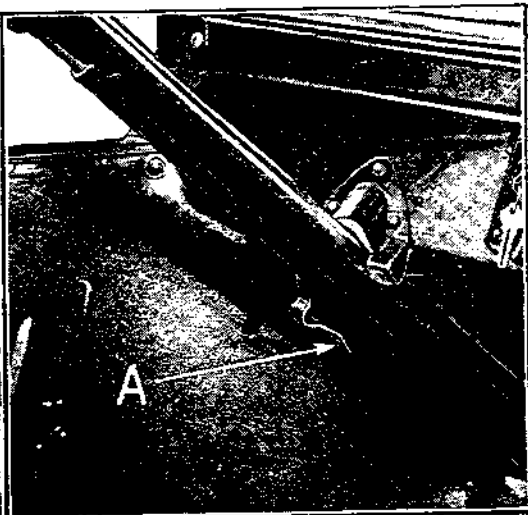

Fig. 15
- f) Ecartez le chapeau du support du tube de direction en enlevant un des boulons du support et en desserrant l'autre. (Voir A, fig. 15.)